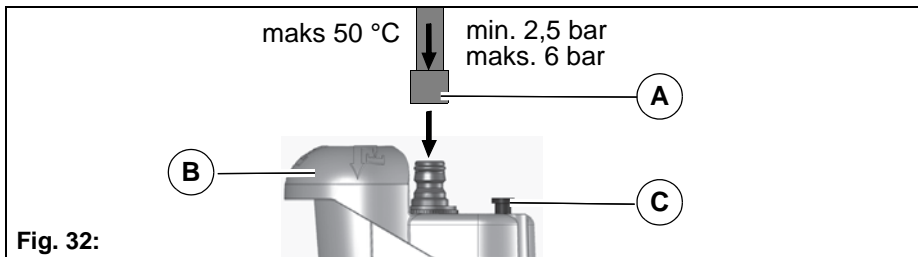

Fig. 32:
1. Sett på slangen med hurtigkobling **Fig. 32-A**. Ikke åpne vannforsyningen ennå!
2. Trykk på betjeningstasten **Fig. 32-B**. Visningsknappen **Fig. 32-C** står frem.
4. Ved fylt tank kobler påfyllingsenheten automatisk ut. Visningsknappen **Fig. 32-C** står ikke lenger frem.
Maskinen kan også fylles manuelt gjennom åpningen i betjeningstasten **Fig. 32-B**.